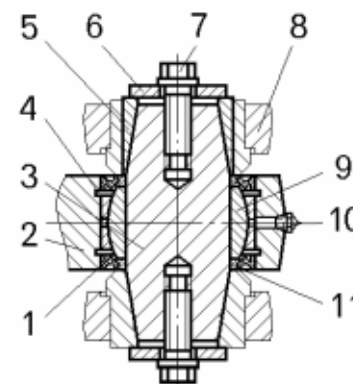

Рисунок 9.13 – Подшипниковый узел цилиндра поворота:
- вывернуть масленку 10 (смотри рисунок 9.13);